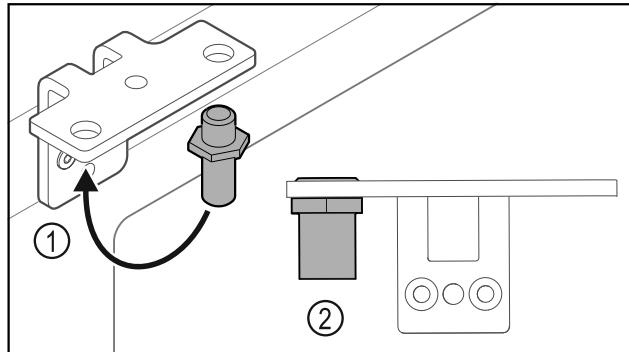

Fig. 24
- Premjestite svornjake Fig. 24 (1) u kutnim šarkama.
- Pritegnite svornjake Fig. 24 (2) **okretnim momentom od 12 Nm**.